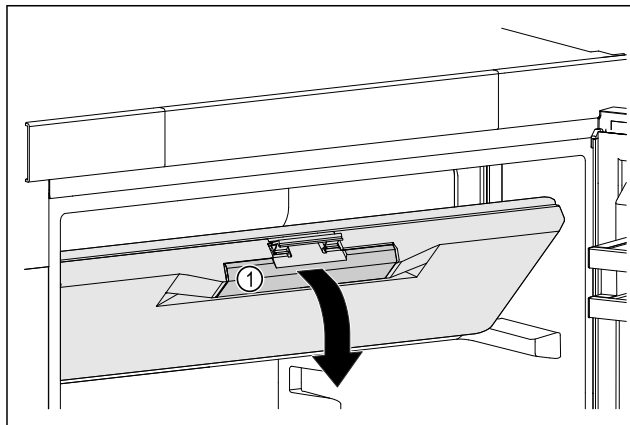

Fig. 45
- Afferrare lo sportello del vano congelatore dalla maniglia incassata Fig. 45 (1).